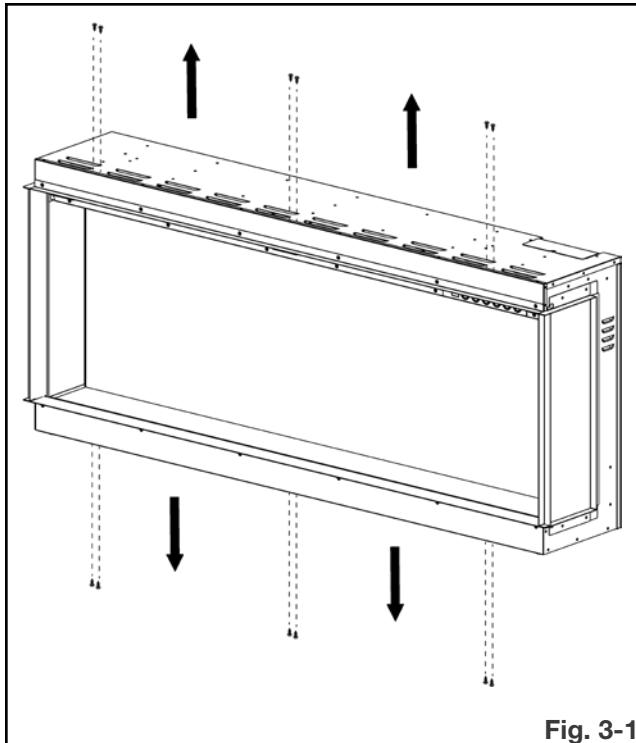

Fig. 3-1
1. Retirez les 12 vis et rondelles du dessus et dessous de l'appareil (**Fig. 3-1**).